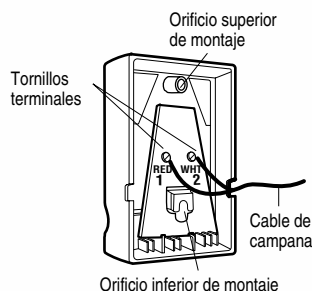

Figura 4 QUITAR LA TAPA
2. Con un desarmador, abra la tapa por el costado (Figura 4). Sujete con un tornillo autorroscante de 6AB por 1-1/4 pulgadas (instalación estándar) o con un tornillo para metales de 6-32 por 1 pulgada (dentro de la caja múltiple) como se indica a continuación: